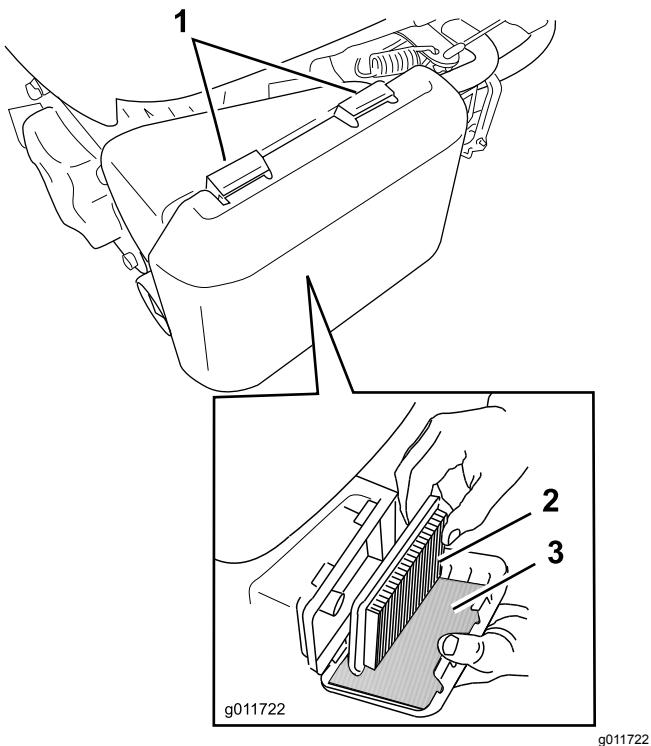

Figura 27
- Premete sulle linguette di chiusura sul coperchio del filtro dell'aria (Figura 27).
- Estraete il filtro aria di carta e il prefiltro in schiuma sintetica (Figura 27).